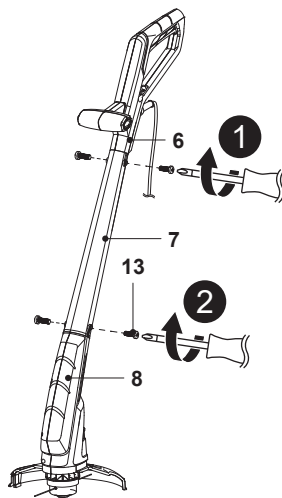

Fig. 2
3. Fixe a haste superior (6), a haste intermédia (7) e a haste inferior (8) rodando os quatro parafusos (13) para a direita (Fig. 2).